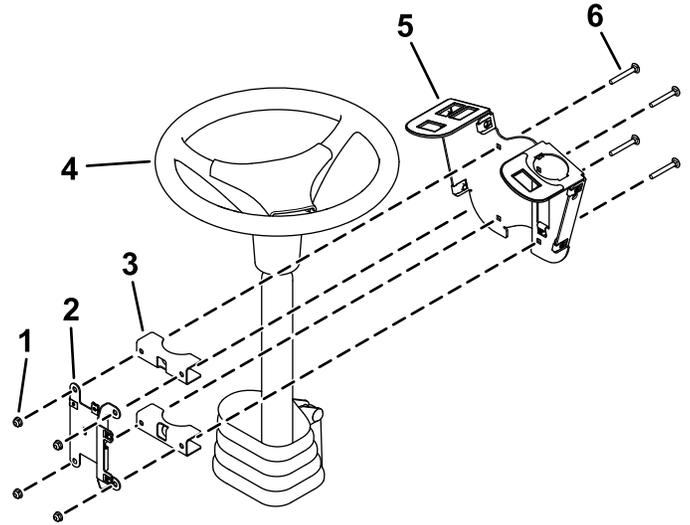

Figure 3
1. Fixez légèrement le support autour de la colonne de direction avec 4 boulons de carrosserie ($\frac{1}{4}$ x 2 po), 2 supports de fixation, la plaque de montage de fusible et 4 contre-écrous ($\frac{1}{4}$ po), comme montré à la Figure 3.